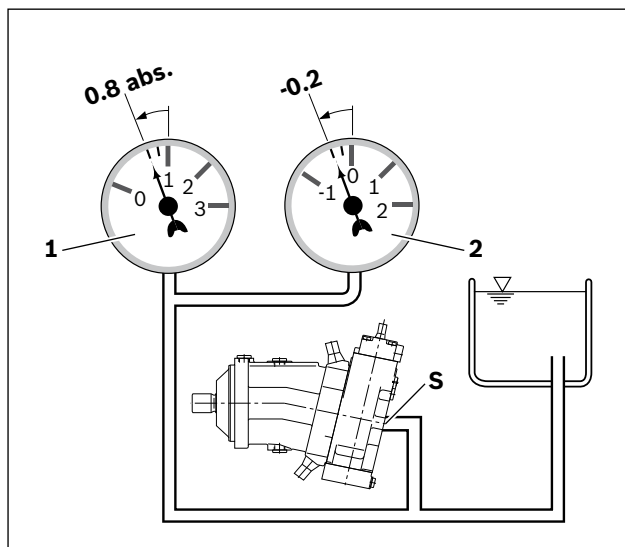

Abb. 6: Saugeisdruck
- Stellen Sie sicher, dass für die Axialkolbenpumpe in allen Einbaupositionen und Einbaulagen im Betrieb ein minimaler Saugdruck von 0.8 bar absolut am Anschluss **S** vorliegt, siehe Abb. 6. Weitere Druckwerte siehe Datenblatt.